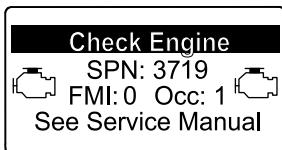

Figure 55
- Avertissement moteurSPN 3719, FMI 0 (Figure 55)